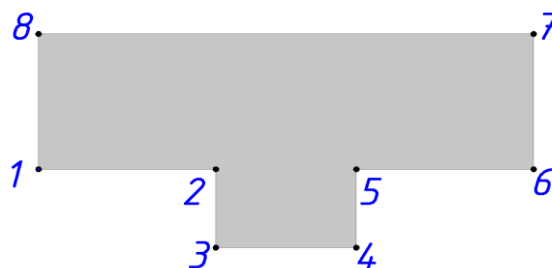

Рис.26.4. Контур сечения плиты
- Установите локальную систему координат в точку **3** через команду контекстного меню **ЛСК в точку** (рис. 26.4).
- Установите локальную систему координат в точку **1** через команду контекстного меню **ЛСК в точку** (см. рис. 26.4).
- Выполните построение профилированного листа, проводя линию от начальной точки № 1 до точки № 2 (см. рис. 26.4), затем последовательно укажите точки №3,4,5,6 (при построении в режиме "цепочка" конечная точка предыдущего сегмента используется в качестве начальной точки следующего).